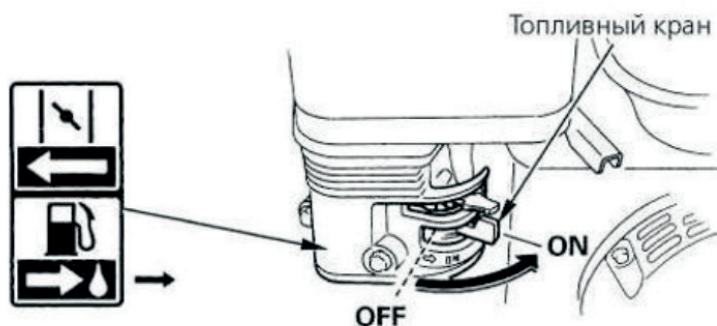

Рис. 12
3. Поверните рычаг крана подачи топлива в положение ON (включено) (см. рис. 12).